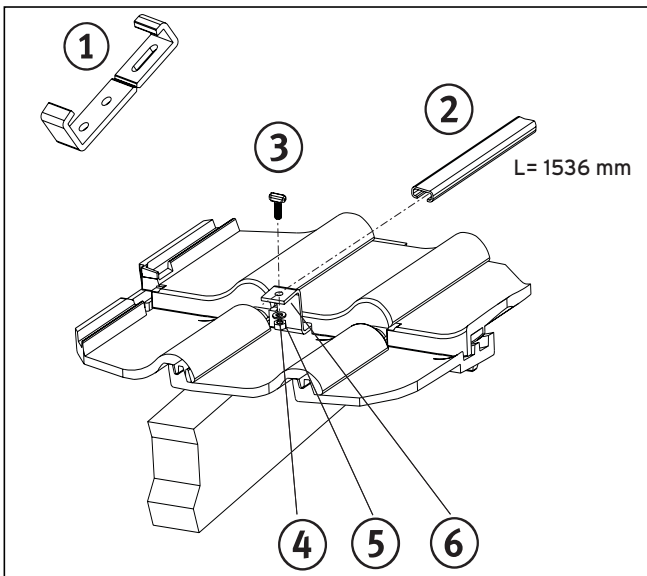

Abb. 6.20 Montage der vertikalen Auflageschienen
- Trennen Sie die untere und obere Haltekralle, indem Sie die Haltekralle an der Sollbruchstelle knicken (Abb. 6.20, Pos. 1).
- Verschrauben Sie die vertikalen Auflageschienen (Abb. 6.20, Pos. 2) mit je einer Hammerkopfschraube (Pos. 3), einer Unterlegscheibe (Pos. 4) und einer Sechskantmutter (Pos. 5) mit den Sparrenankern (Pos. 6).